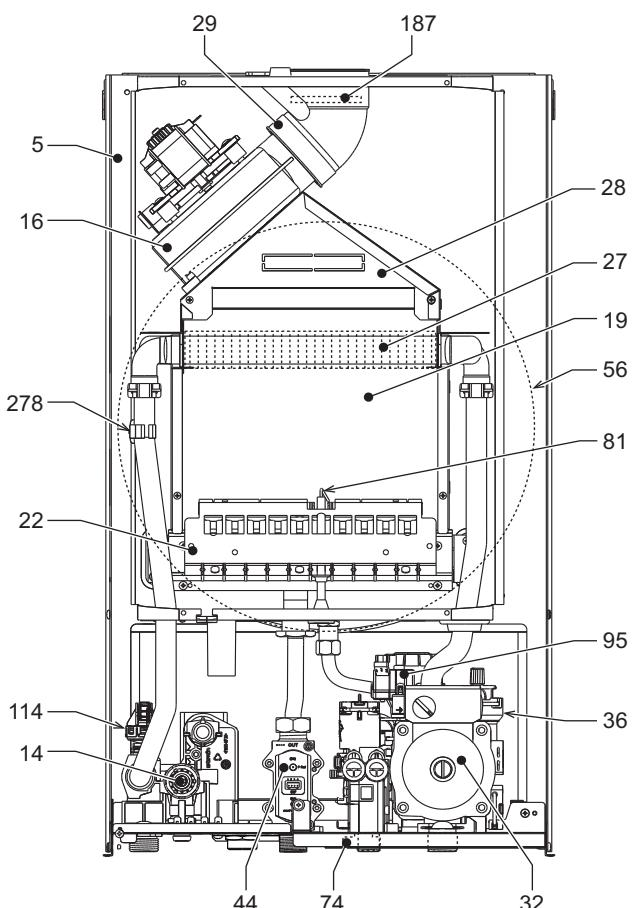
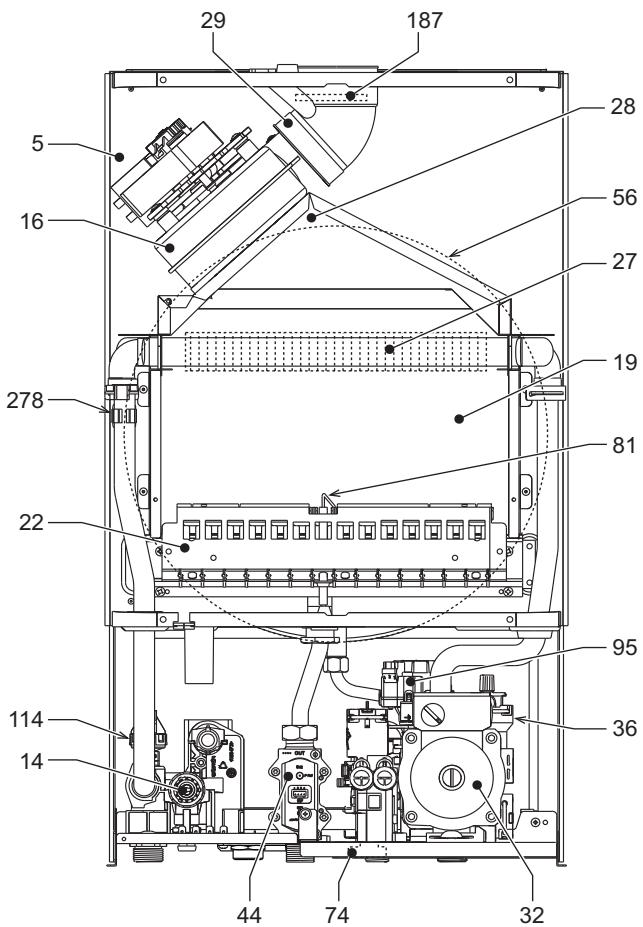

fig. 27- Vue générale - DIVAtech D HF24
fig. 28- Vue générale - DIVAtech D HF32
5. CARACTÉRISTIQUES ET DONNÉES TECHNIQUES**Tableau 9- Légende, fig. 27, fig. 28 et fig. 29**